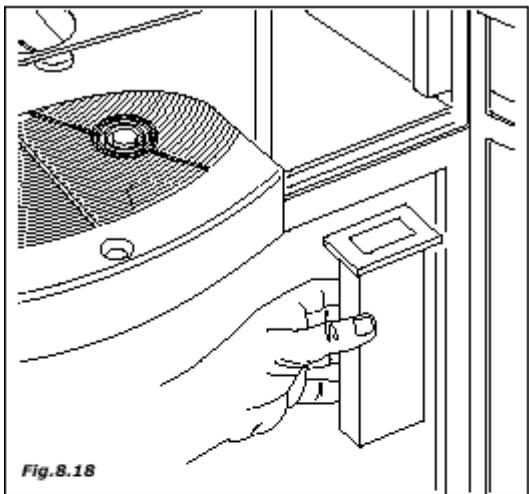

Fig. 8.18
- установите нижний желоб таким образом, чтобы монеты легко сползали в ящик (рис. 8.18).